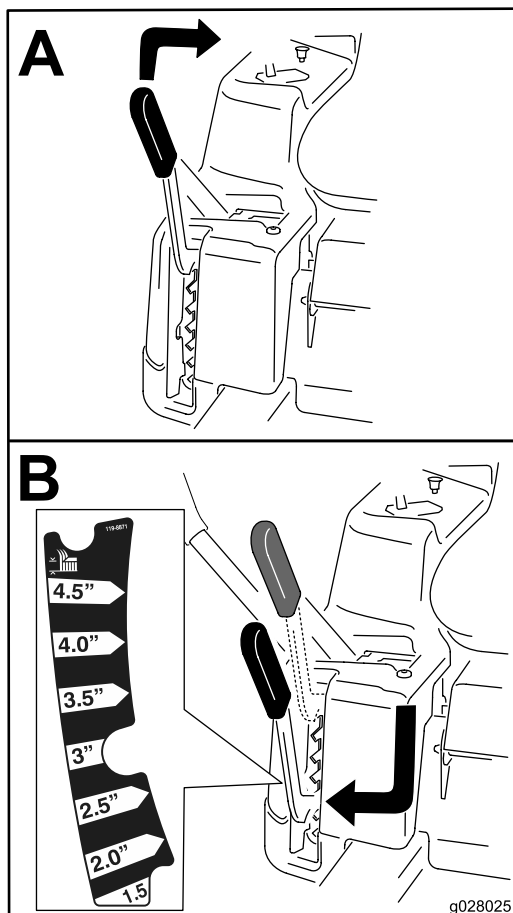

Figure 18
**Remarque:** La position de transport est la position de hauteur de coupe la plus élevée (115 mm [4,5 po]), comme montré à la Figure 18.
La hauteur de coupe est réglée par le levier situé à droite de la position d'utilisation (Figure 18).